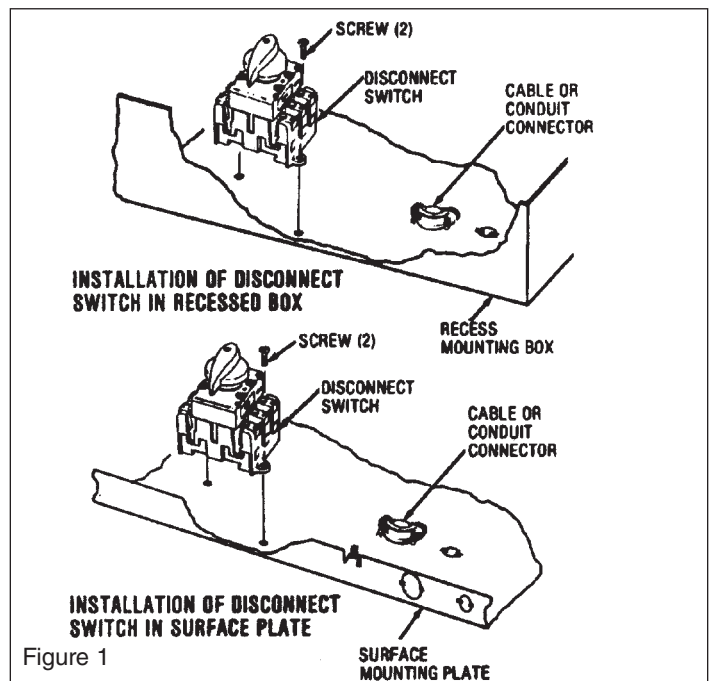

Figure 1
1. Install disconnect switch in the surface mounting plate or recess box as shown in the heater installation instructions and Figure 1 with the terminals marked L1, L2 and L3 toward the knockout.
1. Install disconnect switch in the recess box as shown in the heater installation instructions and Figure 1 with the terminals marked L1, L2, and L3 toward the knockout.
1. Instale el interruptor desconectador en la placa de montaje de superficie o caja empotrada según se muestra en la instalación e instrucciones del calentador y en la Fig.1 con los terminales marcados L1, L2 y L3 hacia el orificio ciego.